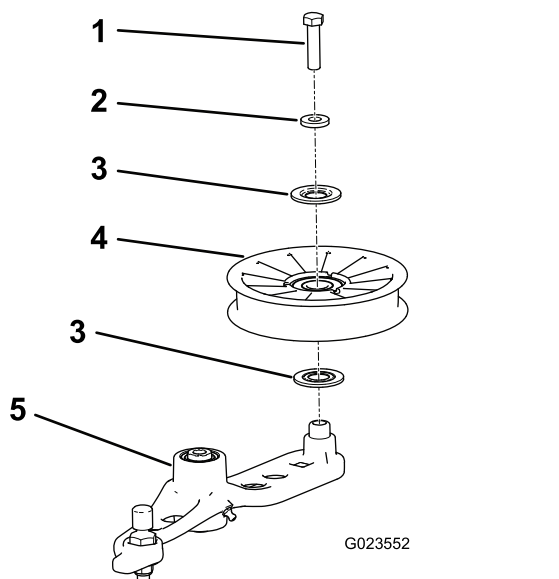

Рисунок 57
6. Выверните болт крепления старого натяжного ролика к рычагу натяжителя и установите новый ролик (Рисунок 57).